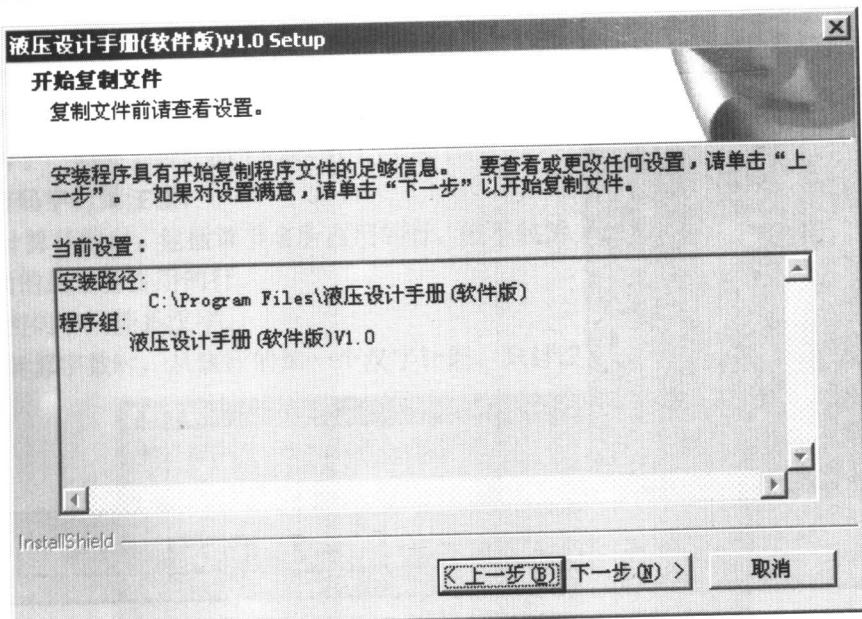
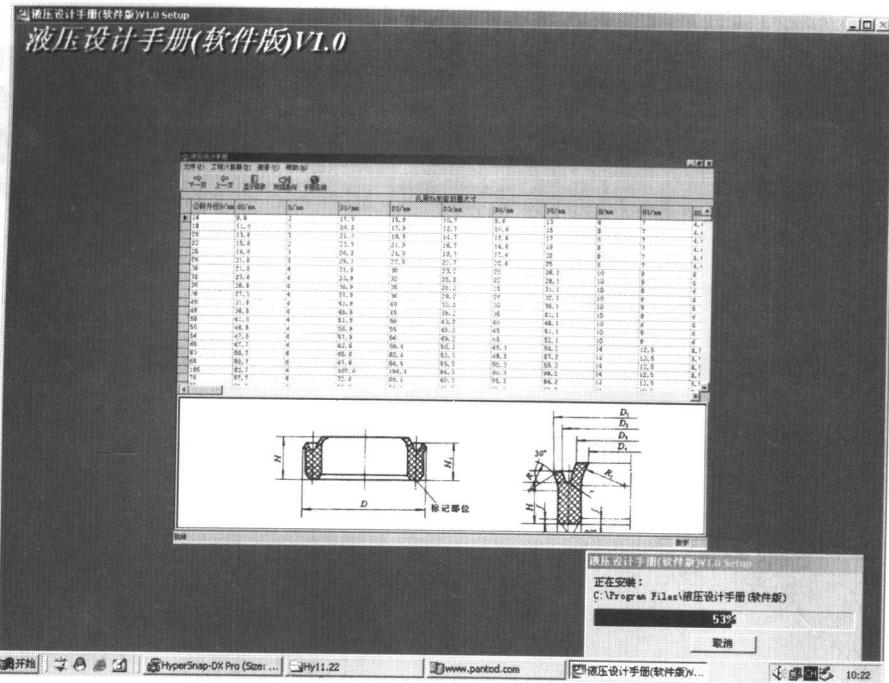

图 1.8 查看设置界面
图 1.9 显示安装进度界面
(8) 单击“下一步”按钮，安装程序将把软件复制到硬盘上。在复制文件前请查看设置界面，如图 1.8 所示。如果对设置满意，单击“下一步”按钮。安装程序使用进度条来显示安装进行的百分比，如图 1.9 所示。用户可以随时单击“取消”按钮退出安装程序。